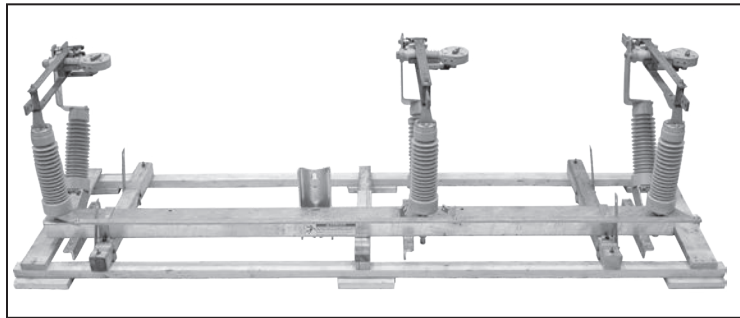

Figura 5. Desembalaje del Interruptor.
**PASO 3.** Remueva el interruptor de su reja. Ver Figura 5. Proteja las chumaceras de la contaminación por polvo, lodo, aceite, etc. De ser necesario, utilice bloques para mantener las chumaceras alejadas del piso. Ver Figura 5.